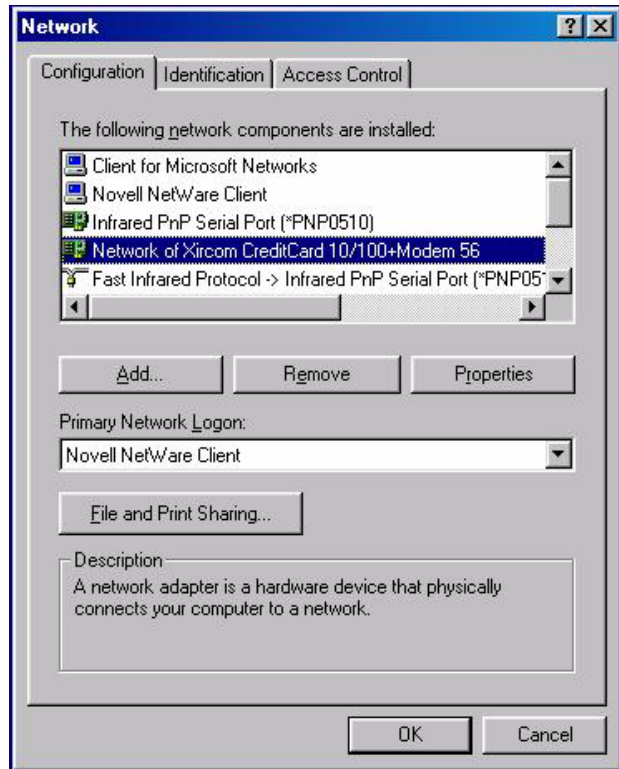

Fig. 84
3. Se activa un cuadro de diálogo. En la lista visualizada en la parte superior debe aparecer una línea representando la tarjeta de red física (denominada también adaptador de red) instalada en su ordenador. *Por ejemplo*, "Network of Xircom CreditCard 10/100+Modem 56" (ver Fig. 84).